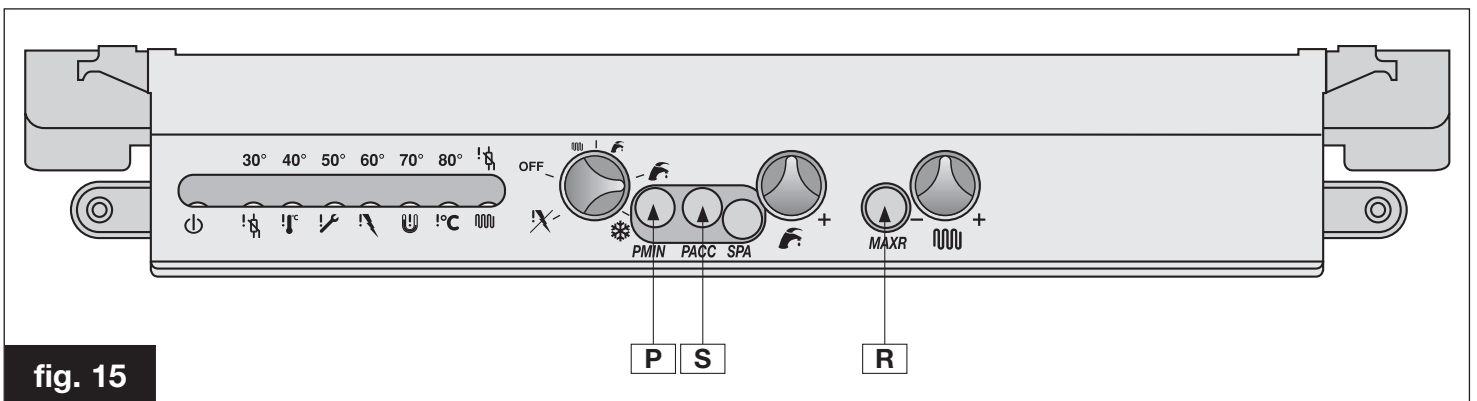

fig. 15
- posizionare il regolatore della potenza termica R (vedi fig. 15) al MASSIMO (ruotarlo in senso ORARIO dopo aver tolto il tappo);
- portare il trimmer P ACC (S in fig.15) in posizione intermedia (dopo aver tolto il tappo) e, dopo essere usciti dalla funzione spazzacamino, verificare che l'accensione del bruciatore avvenga in modo corretto e silenzioso: diversamente aumentare o diminuire il valore della potenza di accensione agendo sempre sul trimmer P ACC (ruotare in senso orario per aumentare, in senso antiorario per diminuire);